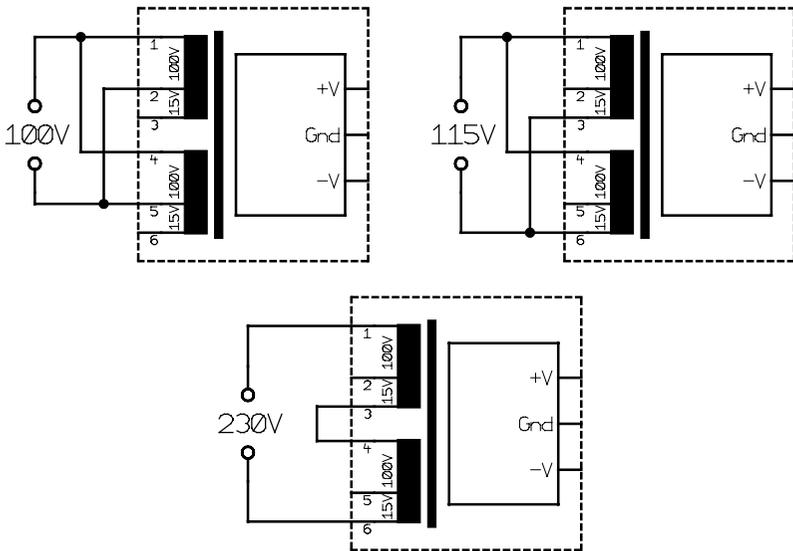
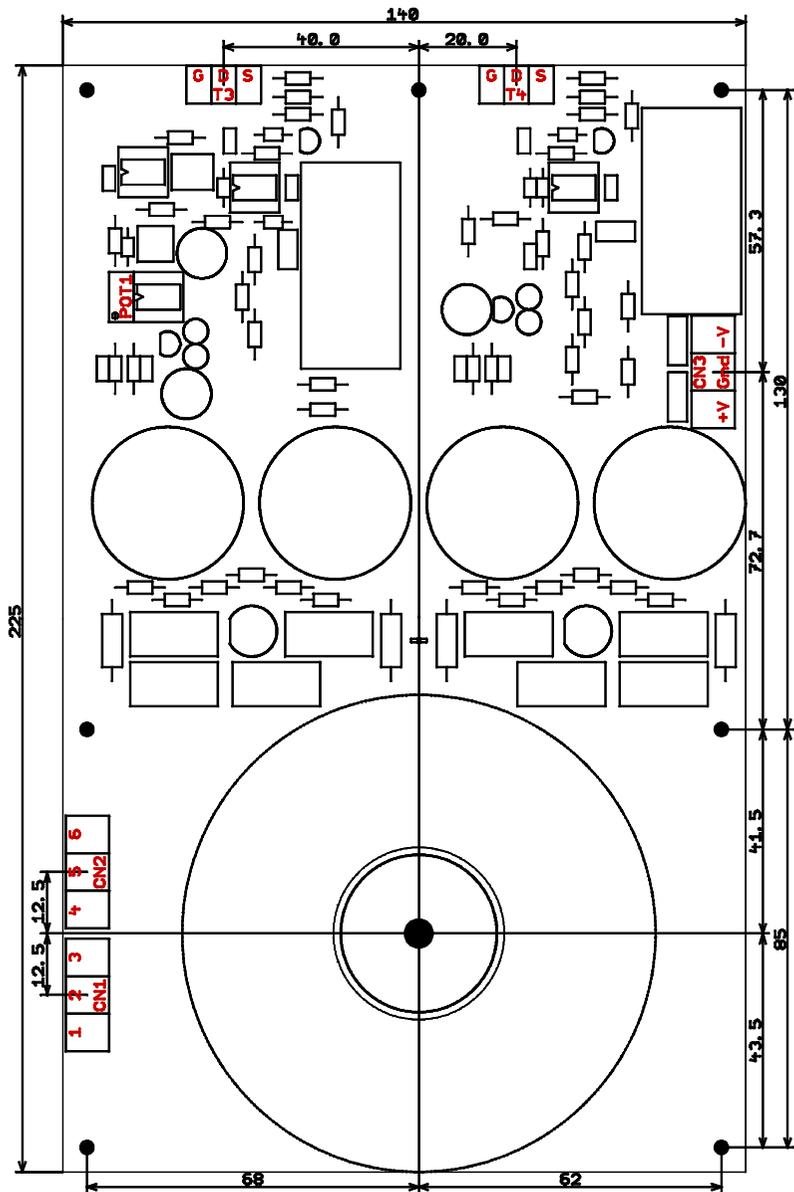
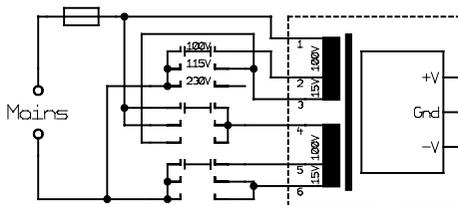
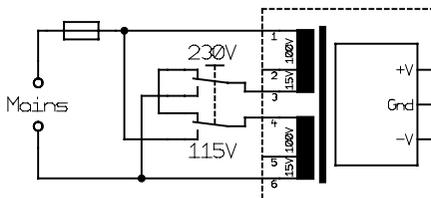

Abb. 1. Anschluss der Netzspannung an die Module der Reihe OF-PSU-B.
Abb. 2. Anschlüsse und Abmessungen der Module der Reihe OF-PSU-B.
Abb. 19. Umschaltung des Nennwertes der Netzspannung mit einem Spannungswahl-schalter.
Abb. 20. Umschaltung des Nennwertes der Netzspannung zwischen 115 V und 230 V (USA/Europa) mit einem Spannungswahl-schalter.
- Abstand der Befestigungslöcher: siehe Abb. 2
Die Module der Reihe OF-PSU verfügen über insgesamt 9 Anschlüsse in Form von drei Schraubenklemmen (siehe Abb. 2). Die sechs Eingangsanschlüsse (Klemmen CN1 und CN2) ermöglichen das Umschalten der Netzspannung zwischen 100 V, 115 V und 230 V (siehe Abb. 1). Die stabilisierte Ausgangsspannung ist an die Klemme CN3 angeschlossen.
Die Module der Reihe OF-PSU-B dürfen ausschließlich mit einem externen Kühlkörper betrieben werden. Vor der Inbetriebnahme müssen die Module mechanisch befestigt werden und die Leistungstransistoren (T3 und T4 in Abb. 2) müssen mit Hilfe des mitgelieferten Montagematerials an einen geeigneten Kühlkörper isoliert angebracht werden. Der Kühlkörper soll so dimensioniert werden, dass er bei einem eventuellen Kurzschluss auf dem Ausgang die maximale Verlustleistung beider Leistungstransistoren von etwa 120 W abstrahlen kann.
Die Netzleitung wird je nach dem Nennwert der Netzspannung an die Schraubenklemmen CN1 und CN2 angeschlossen (siehe Abb. 1). Zur Umschaltung des Nennwertes der Netzspannung kann ein Spannungswahlschalter eingesetzt werden (siehe Abb. 19 und Abb. 20). Die Module der Reihe OF-PSU-B sind für den Einsatz in komplexeren Geräten vorgesehen und verfügen daher selbst über keine Sicherung der Netzspannung. Das komplette Gerät muss jedoch mit einer entsprechenden Sicherung ausgestattet sein (siehe Tab. 1).
Nach dem Einschalten der Netzspannung kann der genaue Wert der Ausgangsspannung mit Hilfe des Potentiometers POT1 (siehe Abb. 2) eingestellt werden. Bei der Einstellung ist die Zeitkonstante der Referenz-
- ! **Vorsicht:** Die Manipulation mit dem Modul bei geöffnetem Gerätegehäuse darf nur von geschultem Personal durchgeführt werden. Die Einstellung der Ausgangsspannung (POT1 in Abb. 2) darf nur mit isoliertem Werkzeug erfolgen. An den Kondensatoren des Moduls kann noch einige Minuten nach dem Abschalten des Moduls hohe Spannung anliegen.